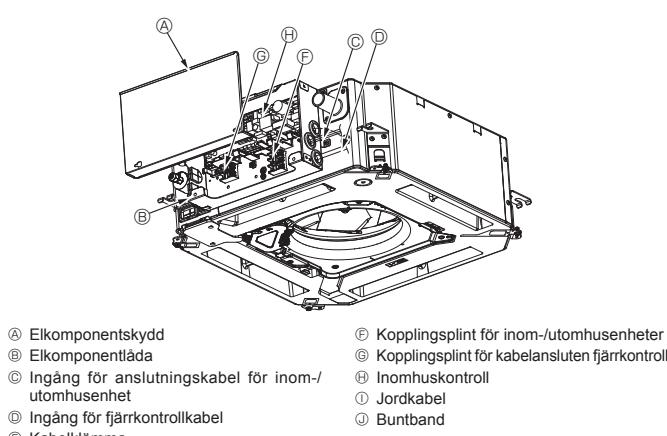
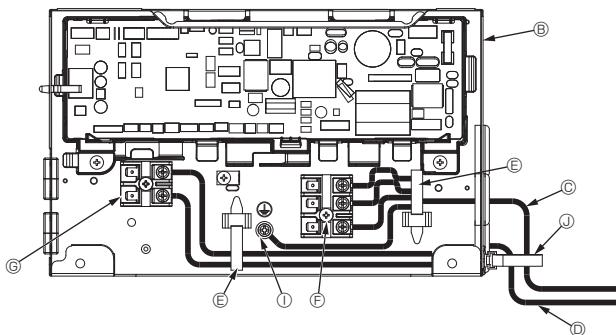

Fig. 7-3
Fig. 7-4
7.2. Inomhusenhet (Fig. 7-3) (Fig. 7-4) (Fig. 7-5)